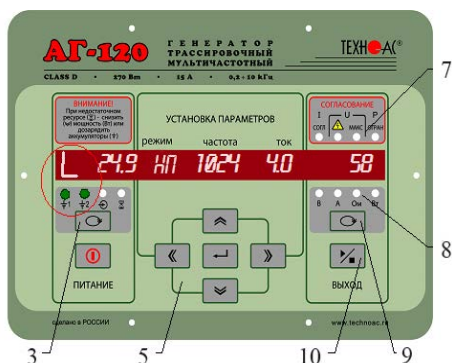

Рис. 27
1) Индикация на поле «ПИТАНИЕ» рис. 27.